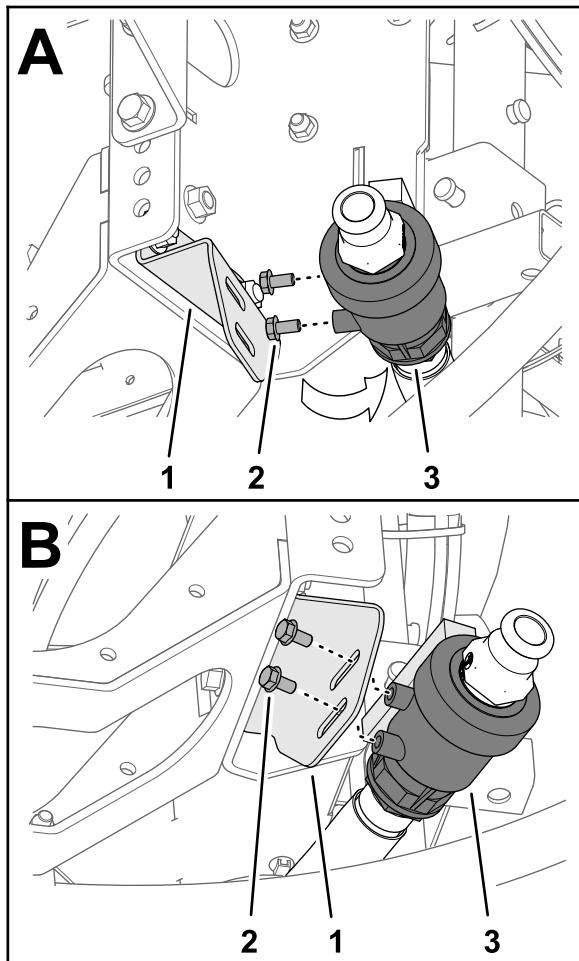

Figure 14
- 3. Retirez les 2 boulons à embase (5/16" x 5/8") du boîtier du robinet de vidange (Figure 14).
- 4. Fixez le robinet de vidange sur son support (Figure 14) à l'aide des 2 boulons à embase (5/16" x 5/8") que vous avez retirés à l'opération 3.